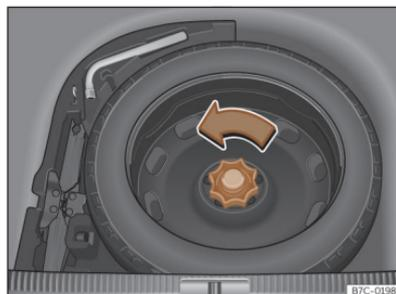

Abb. 230 Im Gepäckraum: hochgeklappter Ladeboden
- Drehen Sie das Rädchen entgegen dem Uhrzeigersinn >>> (Abb. 230).